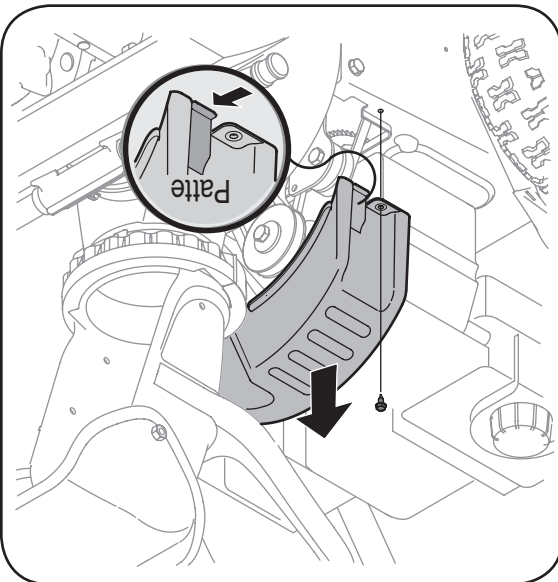

Figure 11
3. Enlevez la vis auto-tarandeuse qui maintient le couvre-courroie sur le châssis. Démontez le couvre-courroie en pressant des deux côtés pour libérer les pattes en plastique. Dégagez le couvre-courroie du moteur et de la goulotte. Voir la Figure 11.